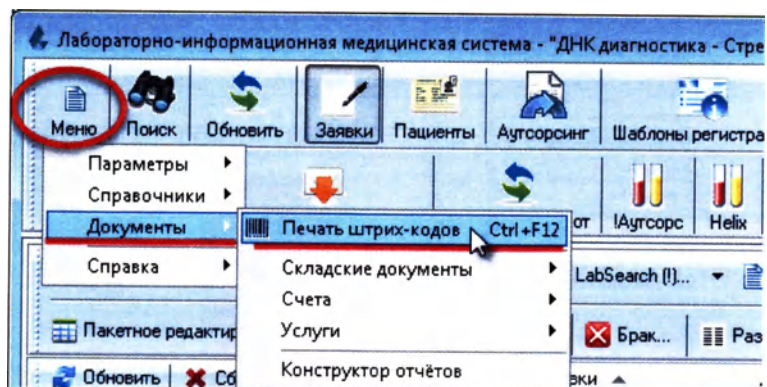

Рисунок 15.27
3. При необходимости выберите тип интервала, на который будет разбит временной период (Рисунок 15.27):
1. Зайдите «Меню» → «Документы» → «Печать штрихкодов» (Рисунок 15.27):
1.	Зайдите «Меню» → «Документы» → «Печать штрихкодов» (Ctrl+F12) (Рисунок 15.27):